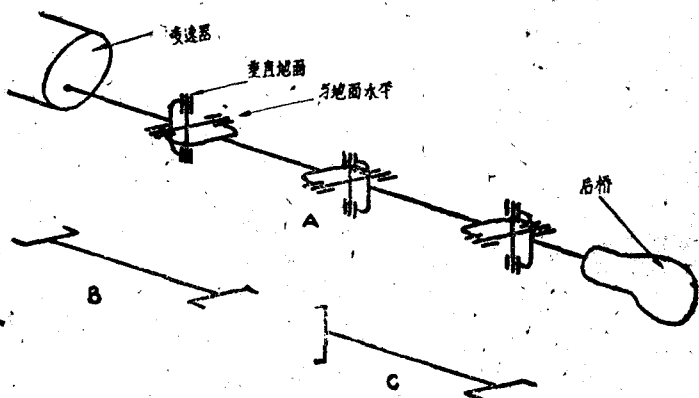

图 10
10. 却貝尔D-350型載重汽車和依卡路斯30型客車有二根传动軸，在安裝时要特別注意安裝位置。第一根传动軸的位置如图10中B，在第二根传动軸的位置如图10中C；并要求在停車时传动軸的位置如图10中A。安裝时不能錯一个鍵槽，否則在行車时会发生抖动。